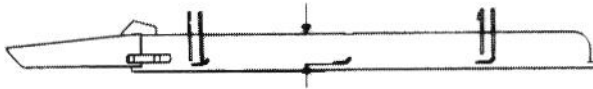

Figure 5
1. Faire tourner chaque lame jusqu'à ce que les extrémités soient dirigées vers l'avant et vers l'arrière (Fig. 5). Mesurer de l'intérieur de l'unité de coupe au tranchant à l'avant de la lame (Fig. 5) et noter cette dimension.